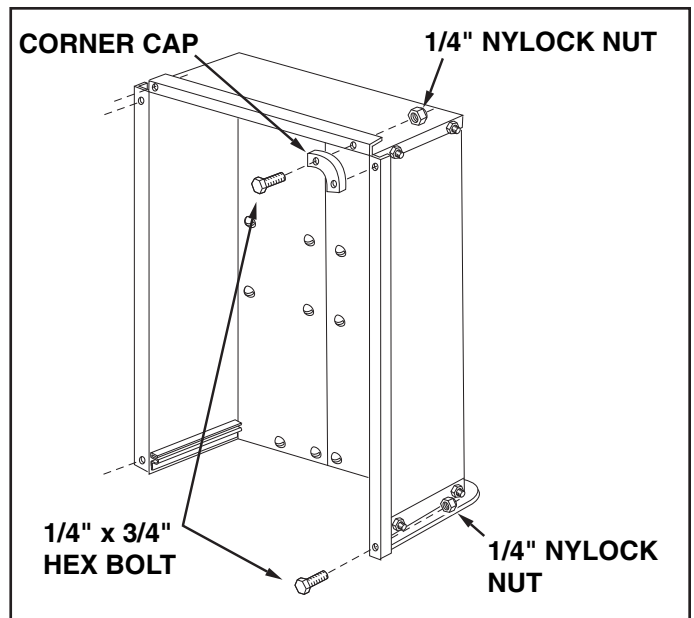

FIGURE 8
12. Assemble the two corner caps to the front corners of the cart using four 1/4" x 3/4" hex bolts and 1/4" nylock nuts. Also assemble two 1/4" x 3/4" hex bolts and 1/4" nylock nuts to the two rear corners of the cart. **TIGHTEN**. See figure 8.
12. Assemblez les deux barrettes en chapeau d'angle aux coins avant de la remorque en utilisant quatre boulons hex. 1/4" x 1/2" et des contre écrous hex. 1/4". Assemblez aussi deux boulons hex. 1/4" x 3/4" et les écrous hexagonaux 1/4" aux deux coins arrières de la remorque. **SERREZ.** Voir figure 8.